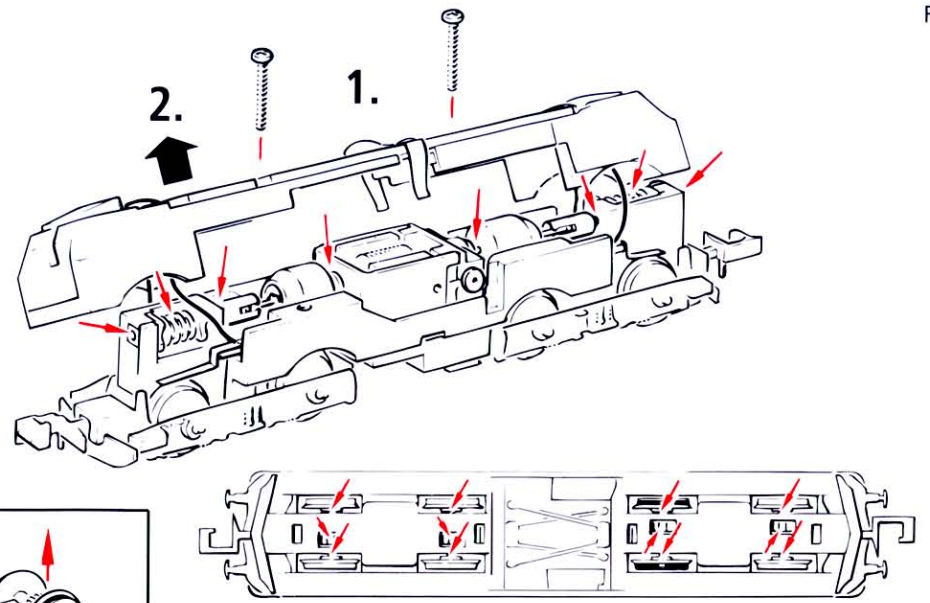

Fig. 6
**5. Remplacement des balais du moteur:** Démontez la caisse (voir fig. 2). Démontez ensuite le moteur et échangez les balais ou le moteur (fig. 6).
**5. Carbon Brush Changing:** First **remove** loco body (fig. 2), and then replace the **carbon brushes** or the **motor** (fig. 6).
**5. Kohlebürstenwechsel:** Lokgehäuse abnehmen (Fig. 2). Danach werden die **Kohlebürsten** bzw. der Motor ausgetauscht (Fig. 6).